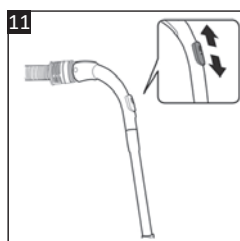

Fig. 11
- Când este dificil să deplasați peria de pardoseală (18) peste podea, puteți ajusta, de asemenea, puterea de aspirare cu Comutatorul de putere de aspirare (8) de pe mânerul furtunului de aspirare (Fig. 11). Glisați comutatorul în sus/în jos pentru a ajusta.